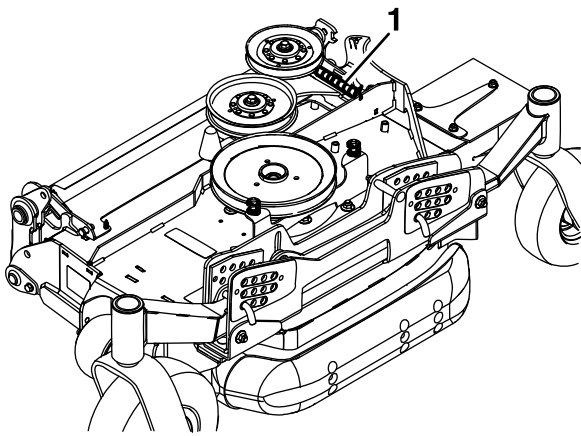

Figure 87
23. Pour faciliter l'installation des tabliers latéraux, décrochez avec précaution l'extrémité exposée du ressort qui exerce une pression sur l'arrière du capot du tablier latéral (**Figure 87**).